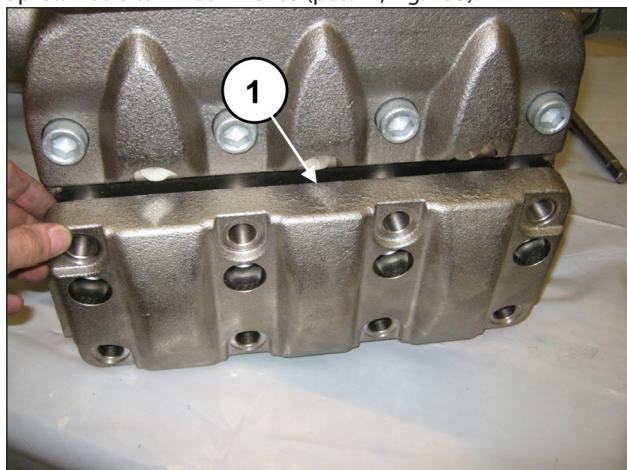
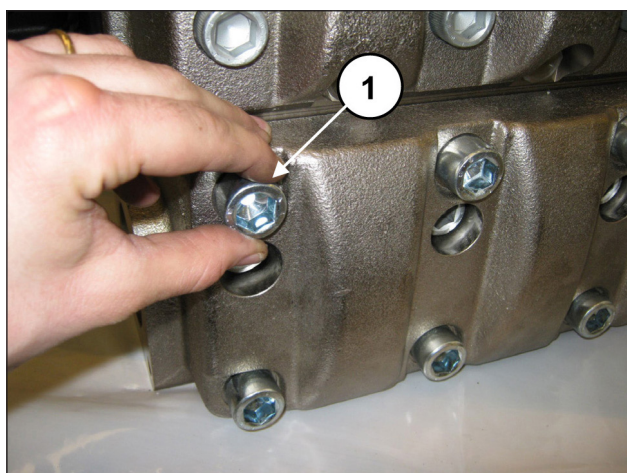

Fig. 154
Fig. 155
Al terminar de montar los grupos de la válvula de aspiración, aplicar la tapa de las válvulas de aspiración (pos. ①, Fig. 154) y apretar los 8 tornillos M18x65 (pos. ①, Fig. 155).